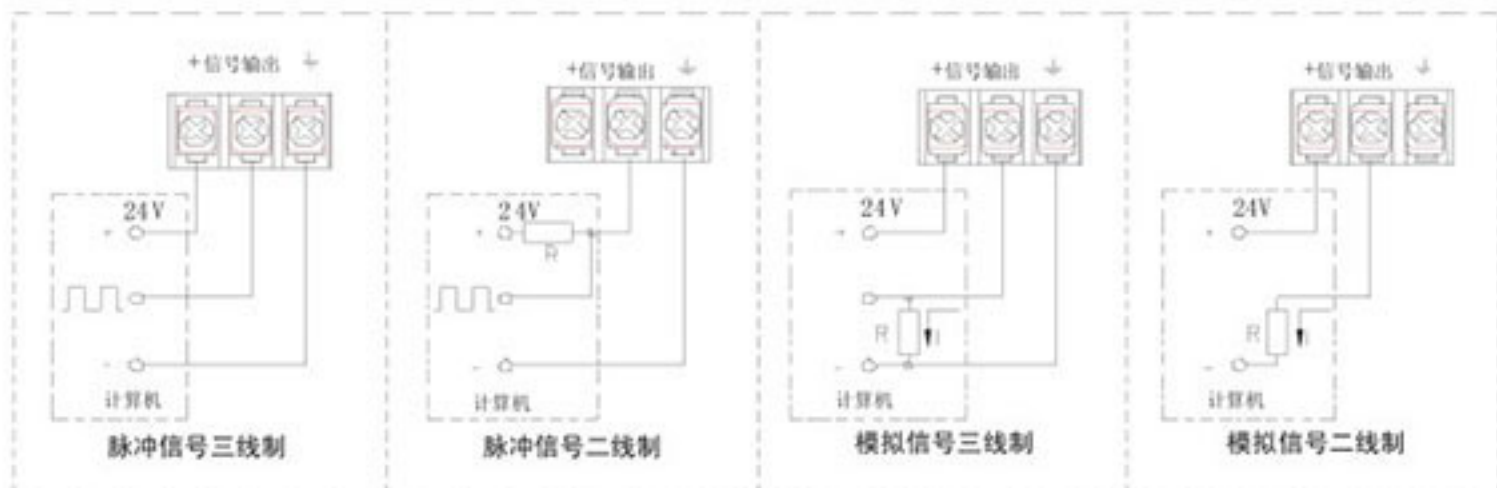

图6
8.4 当您需要将仪表的流量信号外输时，请先打开表头的后盖，可见到电池盒下面的3个接线端子。选用6mm线径的信号屏蔽线从表头侧面的信号输出接口处穿入，然后根据信号种类的不同要求，按照图6所示的四种接线方法，选择其中的一种接好线。接线完成后，要注意随手拧紧信号输出接口处的M20x1.5螺套和后盖。信号外输电路工作时是需要外部供给直流电源的。